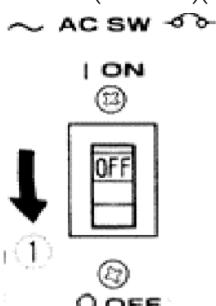

Рис. 20
- Встановіть вимикач живлення електроприладу в положення OFF («ВІМК.» або від'єднайте його силовий кабель від розетки генератора. Переведіть автоматичний вимикач у положення OFF («ВІМК.»)(Рис.20).